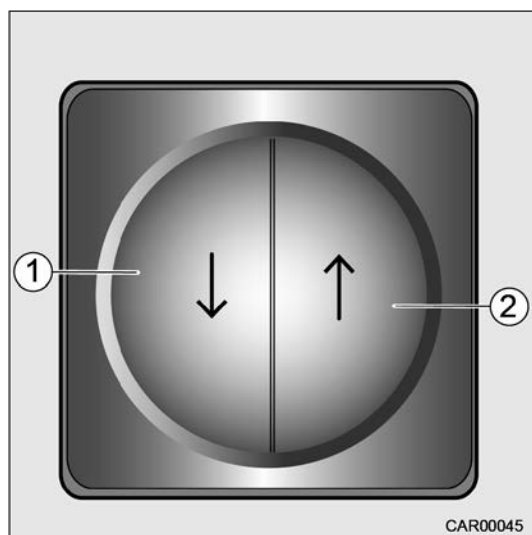

Fig. 76 Lit de pavillon électrique en cabine
2. Appuyer sur la touche (Fig. 76/1) et la maintenir appuyée pour abaisser le lit de pavillon. Abaisser complètement le lit de pavillon jusqu'à son support.
1. Appuyer sur la touche (Fig. 76/2) et la maintenir appuyée. Relever le lit de pavillon complètement jusqu'en butée.